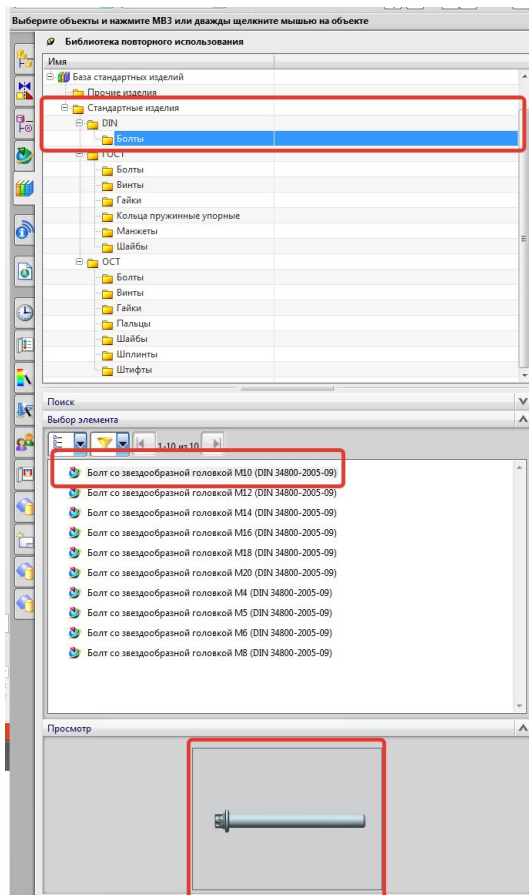

Рис. 34
3. На пример: необходимо добавить **Болт со звездообразной головкой M10 DIN 34800-2005-09**. Заходим в папку **Стандартные изделия – DIN – Болты** и в панели **Выбор элемента** выбрать необходимый объект. Также появится с просмотр объекта (рис.34).